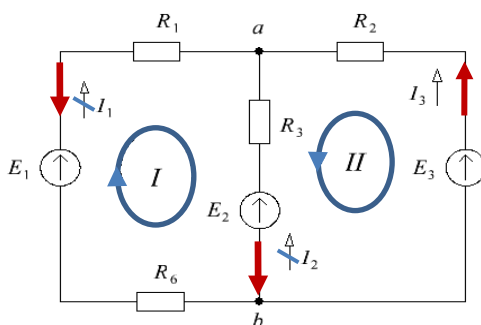

Рисунок 2 – Схема электрической цепи
#### Задача 2 (рис.2)
1. Составим систему уравнений, необходимую для определения токов в цепи по законам Кирхгофа. Схема электрической цепи, изображенная на рис. 1, содержит 2 узла и 3 ветви. Для определения токов в ветвях исходной цепи по законам Кирхгофа необходимо составить:  $n-1=1$  уравнение по первому закону, где  $n$  – количество узлов в цепи;  $m=2$  уравнения по второму закону, где  $m$  – количество независимых контуров. Выбираем на схеме условно-положительные направления токов в ветвях (см. рис. 2). Составим уравнения по первому закону Кирхгофа для узла  $a$ ; по второму закону Кирхгофа – для контуров  $I, II$ . Направление обхода контуров показано на рисунке 2.
Выбираем направление контурных токов в соответствии с ранее выбранным направлением обхода контуров (см. рис. 2).